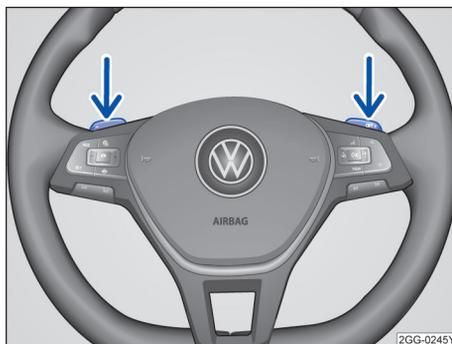

图 111 部分车型方向盘上的换挡拨片
- 当换挡杆处于位置 D 或 S 时，请按压方向盘左侧的换挡拨片  或右侧的换挡拨片  → 图 111。